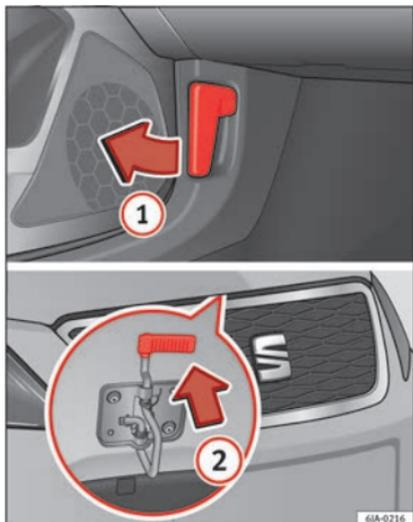

Fig. 7 Sblocco del cofano del vano motore.
• Apertura del cofano del vano motore: tirare la leva posta al di sotto del cruscotto »» fig. 7 ①.
• Sollevare il cofano: tirare verso l'alto la levetta sporgente da sotto il cofano del vano motore »» fig. 7 ②. Il cofano viene disimpegnato dal gancio che lo trattiene.